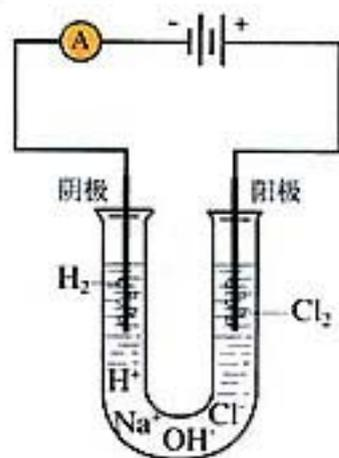

图 2-9 电解饱和食盐水实验装置
在氯碱工业中，通过电解①饱和食盐水的方法得到 NaOH、Cl2 和 H2。其原理可以通过图 2-9 所示的实验装置来说明。我们知道，在氯化钠溶液中存在着 Na+、H+、Cl-、OH- 四种离子，当接通直流电源后，带负电的 OH- 和 Cl- 向阳极移动，带正电的 Na+、H+ 向阴极移动。在所给的电解条件下，Cl- 比 OH- 容易失去电子，H+ 比 Na+ 容易得电子，在两极分别发生下列反应：